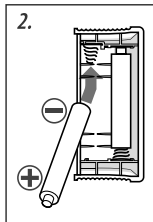

Рис.3
2. Установите два элемента питания типа "AAA" в отсек. Убедитесь, что полярность соответствует обозначениям (+) и (-), приведенным внутри отсека (рис.3).